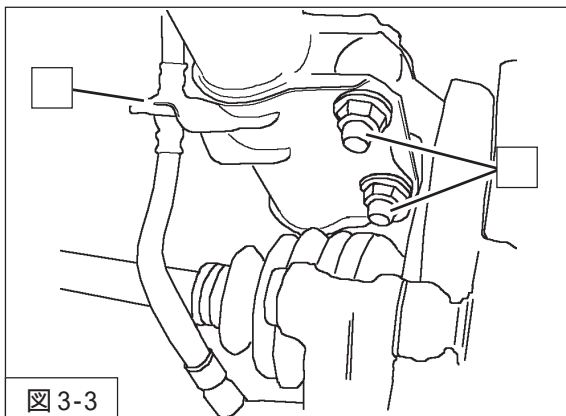

図3-3
4. ブレーキホースクリップを取外し、ブレーキホースをダンパーステーから取外してください。(図3-3)
5. ダンパーロア取付ボルト・ナットを取外してください。(図3-3)